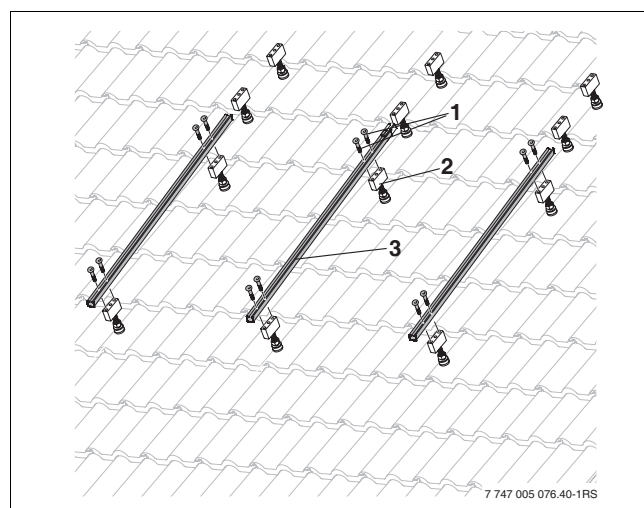

Fig. 47 Fixer le rail profilé à l'écrou-cage
- Fixer les rails profilés-capteur (→ fig. 47, [3]) à l'aide de deux vis [1] à l'écrou-cage [2] en commençant dans le trou long inférieur.